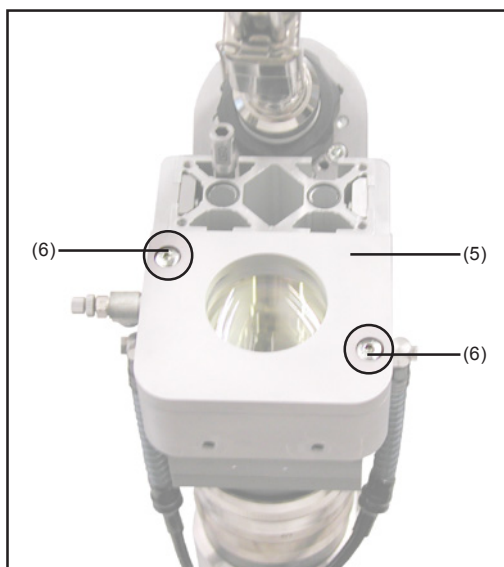

Abb.15 Schutzglasträger und Schutzglas entfernen
**Hinweis!** Der Fokuspunkt des Pilotlasers stimmt nicht mit dem Fokuspunkt des Schweißlasers überein. Zur Ermittlung des Fokuspunktes des Schweißlasers muss ein Slope (siehe Abb. 15) programmiert werden. Um eine möglichst gute Erkennbarkeit der Stelle mit dem tiefsten Einbrand zu ermöglichen, soll sich der Slope über eine Länge von ca. 100 mm erstrecken.
- Gemäß Abb.15 einen Slope programmieren der, gemessen an der Bezugslinie, bei einer Höhe des LaserHybrid-Kopfes von -20 mm beginnt und bei +20 mm endet.